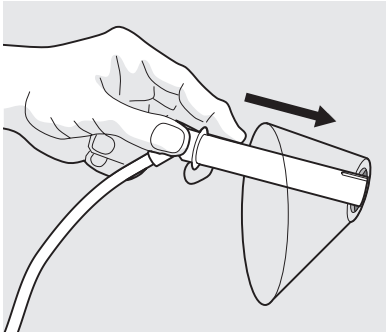

figure 6
10. Poussez le tube d'entrée d'eau à travers le petit trou où se trouvait l'étiquette d'installation (figure 6). Insérez le tube tout en le tournant jusqu'à ce que la surface du tube d'entrée repose fermement contre l'arrière du réfrigérateur.